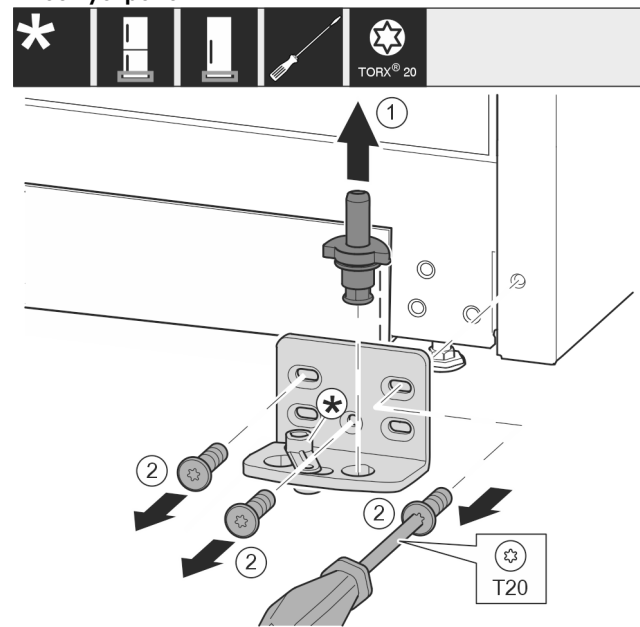

Fig. 11
- ▶ Опорный палец полностью извлеките движением вверх. Fig. 11 (1)
- ▶ Открутите винты отверткой T20 и снимите опорный кронштейн. Fig. 11 (2)